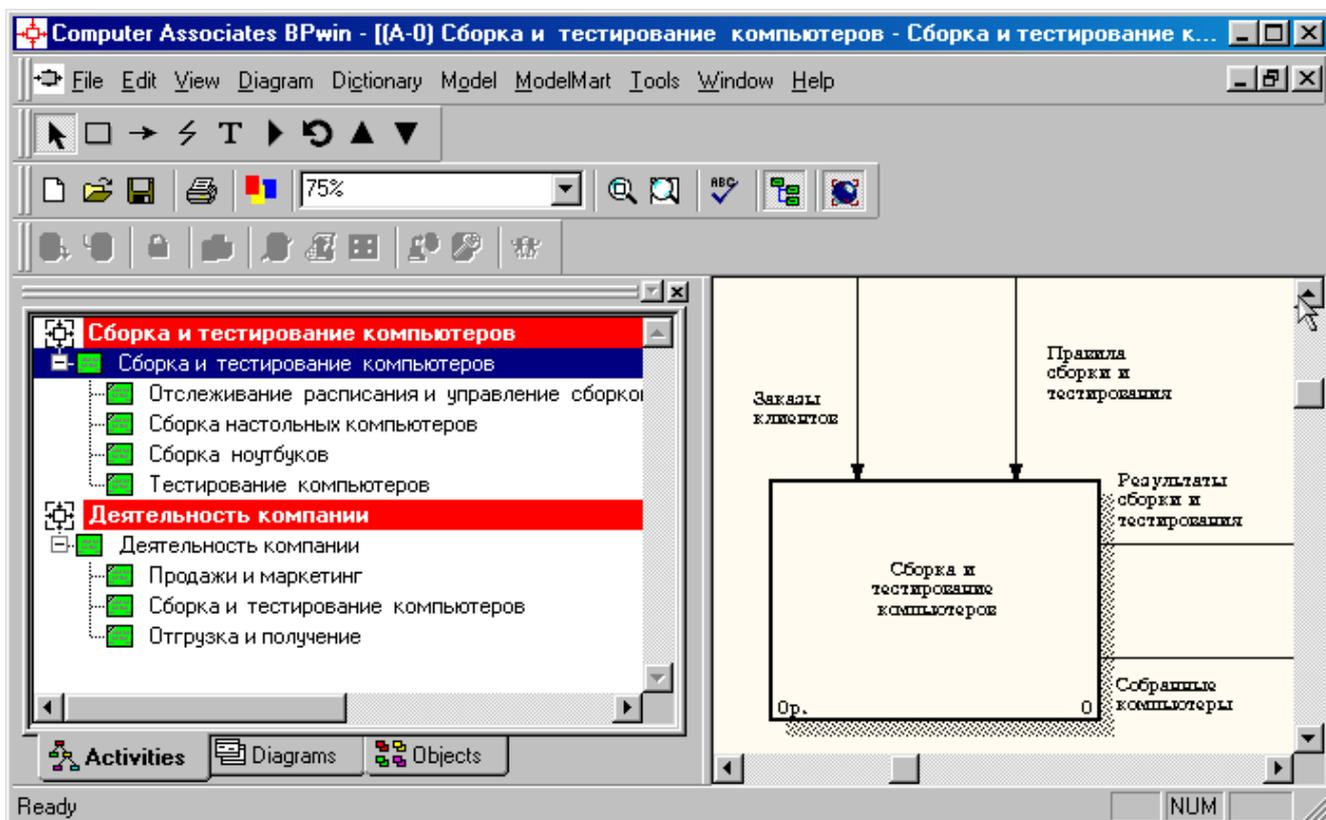
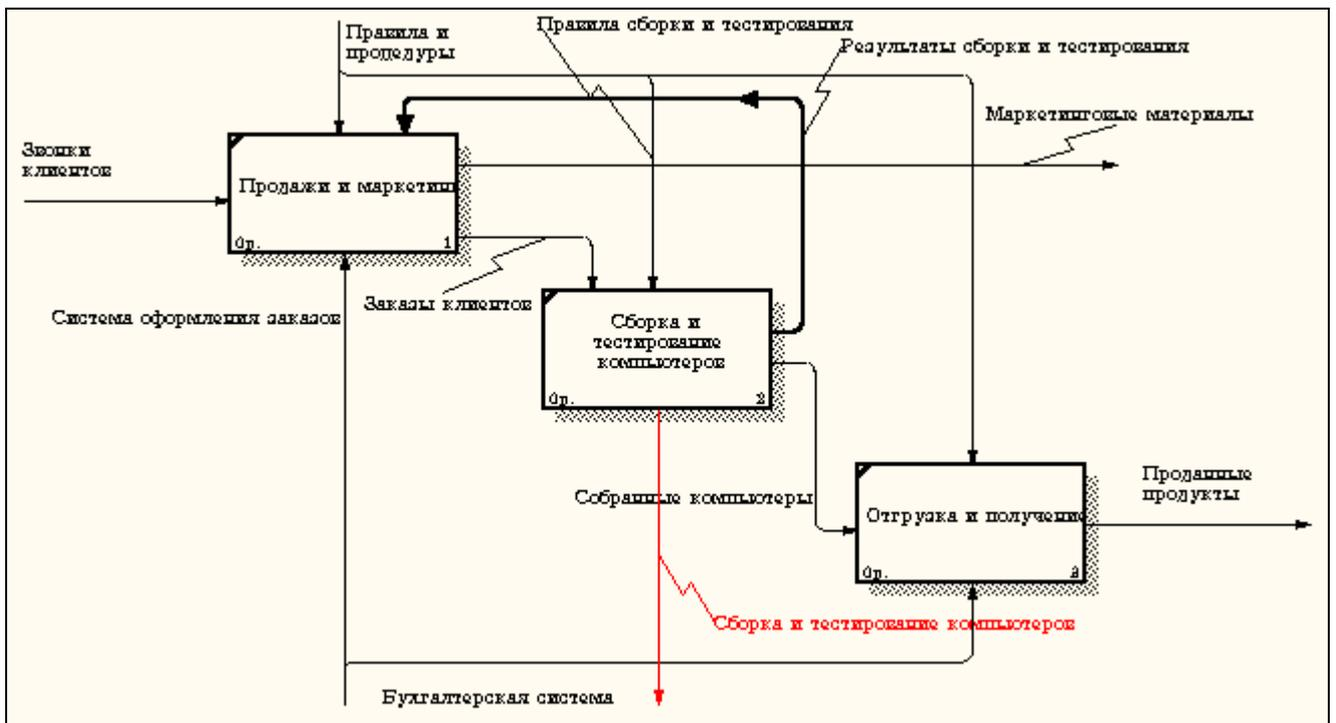

Рисунок 5.3 – В **Model Explorer** появилась новая модель «Сборка и тестирование компьютеров»
Рисунок 5.4 – На диаграмме А0 модели "Деятельность компании" появилась
- 3 Посмотрите на результат: в **Model Explorer** появилась новая модель (рисунок 5.3), а на диаграмме A0 модели "Деятельность компании" появилась стрелка вызова "Сборка и тестирование компьютеров" (рисунок 5.4).